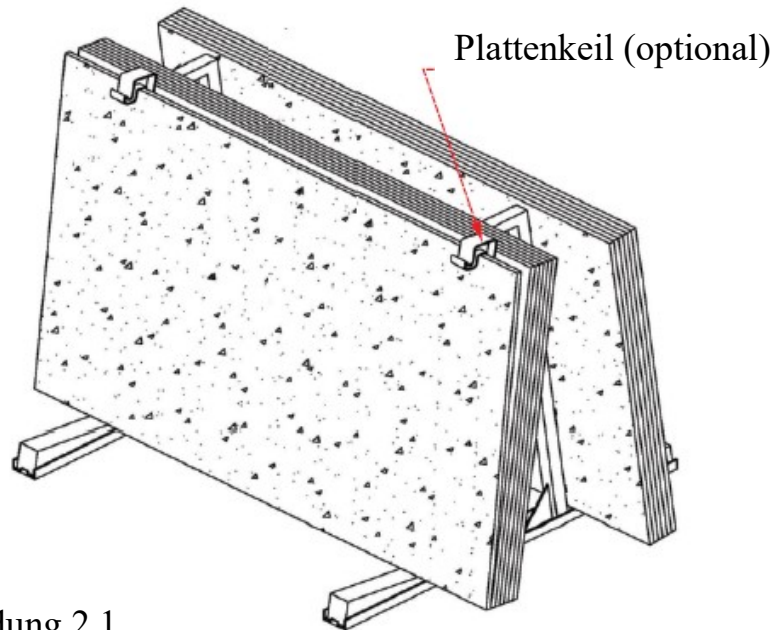

Abbildung 2.1
**Schritt 2:** Benutzen Sie Plattenkeile um eine Spalte zwischen der äußeren und inneren Platte zu erhalten (Abbildung 2.1).